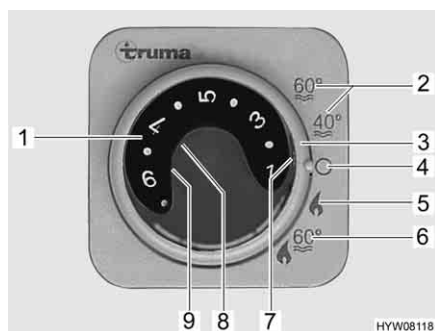

Fig. 104 Centralina di controllo per riscaldamento/boiler
- Impostare la modalità di funzionamento tramite l'interruttore girevole (Fig. 104,3).
A seconda della temperatura ambiente desiderata, il riscaldamento seleziona automaticamente il livello del bruciatore necessario. Al raggiungimento della temperatura ambiente desiderata, il bruciatore si spegne. Durante la modalità di funzionamento "Riscaldamento e boiler" (Fig. 104,6) è riscaldata anche l'acqua nel boiler. Nella modalità di funzionamento "Riscaldamento senza boiler" (Fig. 104,5) è possibile far funzionare il riscaldamento con il boiler vuoto.
- Impostare la manopola della temperatura (Fig. 104,1) sulla centralina di controllo scegliendo la potenza desiderata.
- Posizionare l'interruttore girevole (Fig. 104,3) su funzionamento invernale "Riscaldamento senza boiler" (Fig. 104,5) o "Riscaldamento e boiler" (Fig. 104,6).
Si accende la spia verde di controllo (Fig. 104,7).
- Posizionare l'interruttore girevole (Fig. 104,3) su "O" (Fig. 104,4).
La combinazione funzionamento a gas e funzionamento elettrico a 230 V diminuisce il tempo di riscaldamento del veicolo (è possibile solo se il riscaldamento viene impostato sulla centralina di controllo (Fig. 104) su funzionamento invernale).